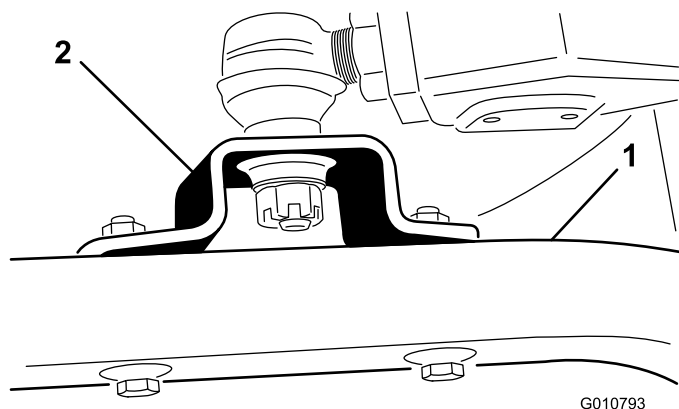

図 19
4. ボールジョイントマウントをデッキのキャスタアームに固定しているキャップスクリューとロックナットを外す図 19。
4. 昇降レバーをフロート位置とする。昇降レバーを押し下げて、ボールジョイントの穴とキャスタアームの穴とを整列させる図 19。